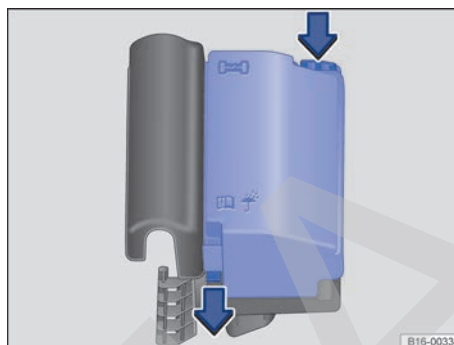

Fig. 157 En el vano motor: cubierta de la caja de fusibles.
- Para desbloquear la cubierta de la caja de fusibles, presione las teclas de bloqueo en el sentido que indican las flechas → fig. 157. ▶